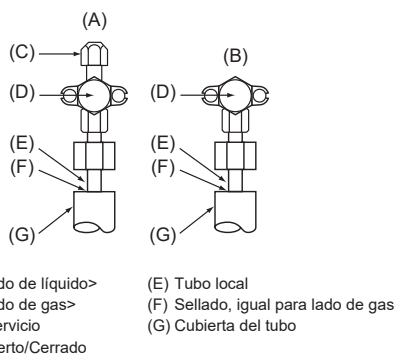

Fig. 4-4
- * Gire únicamente la sección (A). (No siga apretando las secciones (A) y (B) juntas.)
- (C) Manguera de carga
- (D) Puerto de servicio
4.4. Prueba de fuga de gas del tubo de refrigerante (Fig. 4-4)